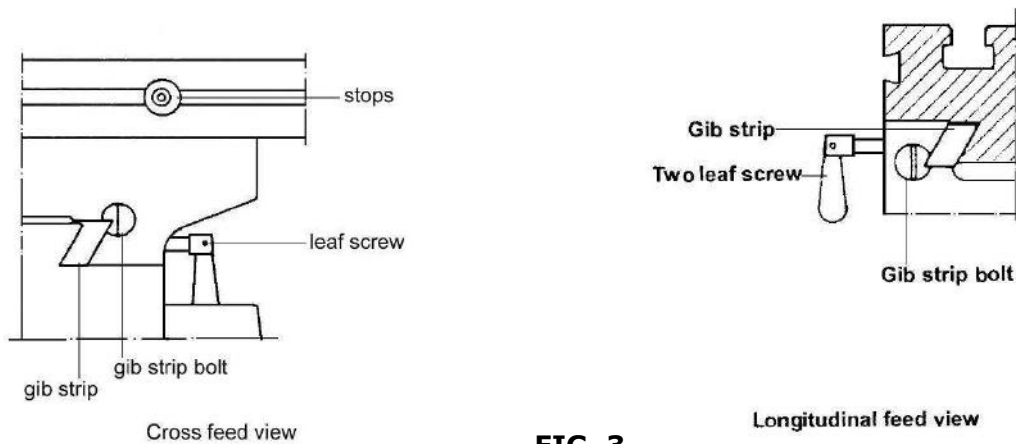

FIG. 3.
4.3.6 Réglage du dégagement de la table et compenser l'usure (voir Fig. 3)
4.3.7 Fixation de la base de la table et le socle de la machine (voir Fig. 3)